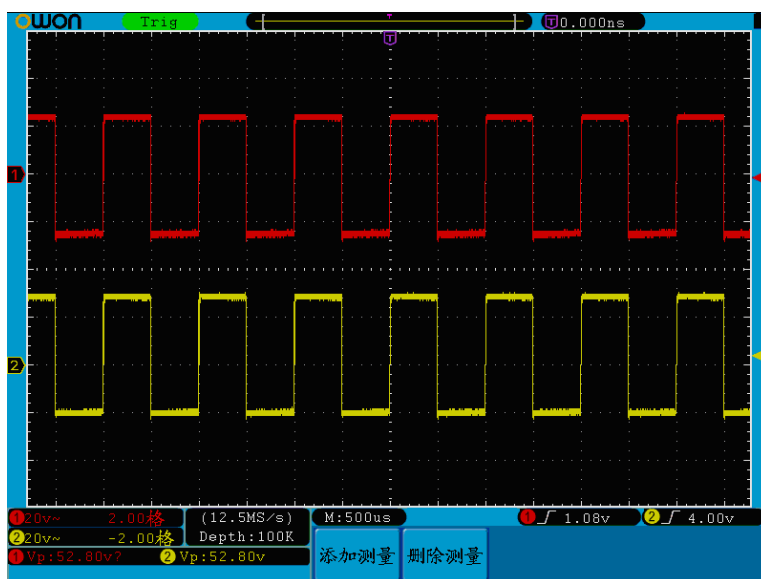

图 6-2: 增益测量波形
- (1) 按下 **自动设置** 按键。示波器自动把两个通道的波形调整到合适的显示状态。
- (2) 按下 **测量** 按键显示测量菜单。
- (3) 按 **H1** 键弹出右边菜单。
- (4) 按 **F2** 键，选择 **CH1**。
- (5) 按 **F1** 键，旋转 **通用** 旋钮选择 **类型** 为 **峰-峰值**。
- (6) 按 **F2** 键，选择 **CH2**。
- (7) 再按 **F1** 键，旋转 **通用** 旋钮选择 **类型** 为 **峰-峰值**。
- (8) 从屏幕左下角测量值显示区域读出通道1和通道2的峰-峰值。见图 6-2。
- (9) 利用以下公式计算放大器增益。